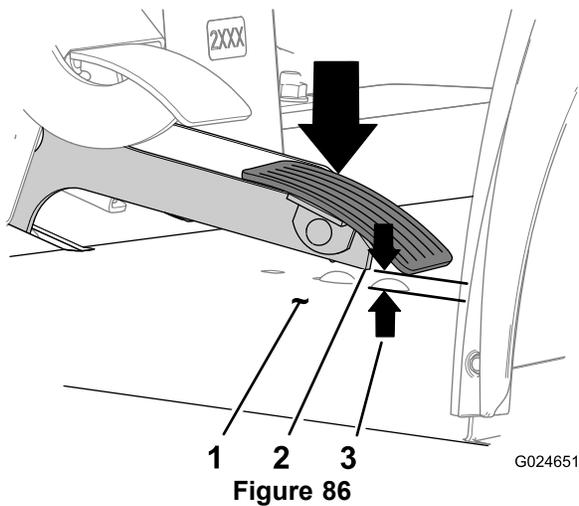

Figure 86
2. Mesurez l'espace entre la pédale d'accélérateur et le plancher sous la pédale (Figure 86).
3. Si l'espace entre la pédale d'accélérateur et le plancher (Figure 86) est supérieur ou inférieur à 6,35 mm, effectuez la procédure suivante tout en maintenant le levier coudé contre la butée de ralenti accéléré (Figure 85) :